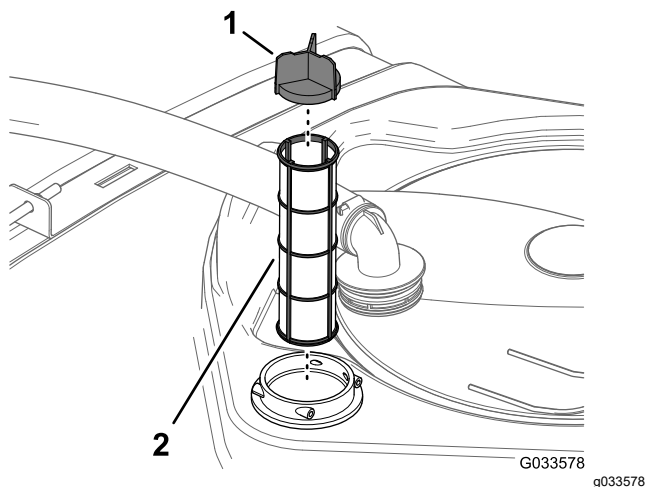

Figura 95
4. Retire el filtro de aspiración del alojamiento del filtro del depósito (**Figura 95**).